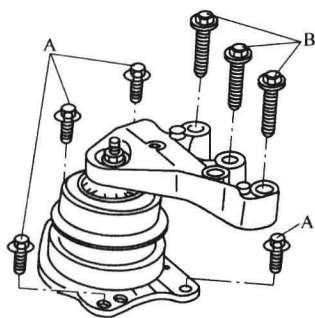

图 1-6 发动机机组支撑
12) 发动机机组支撑的结构如图 1-6 所示, 拧紧力矩 $A = 20\text{N} \cdot \text{m} + \text{继续转动 } 90^\circ (1/4 \text{ 圈})$; $B = 30\text{N} \cdot \text{m} + \text{继续转动 } 90^\circ (1/4 \text{ 圈})$ 。